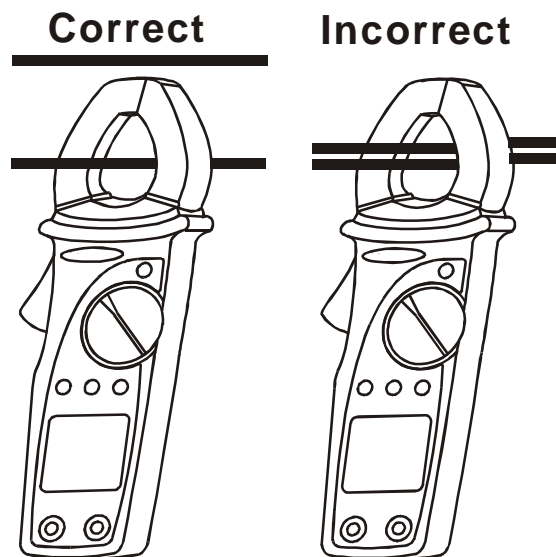

Abb. 6: Die Anwendung der Zange für Wechselstrommessung
2. Öffnen Sie die Zange und setzen Sie den zu messenden Leiter ins Zentrum der Zangenöffnung (s. Abb.6 und Absatz 4.1.2).